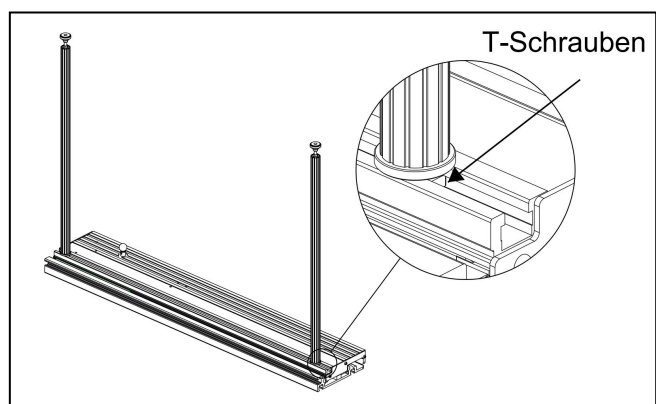

Abb.10
2. Drehen Sie den Schiebetisch um, schieben Sie die T-Bolzen der Stützbeine in die T-Nut des Schiebetisches (siehe Abbildung 10) und ziehen Sie dann die Beine im Uhrzeigersinn von Hand fest, um sie zu sichern.
Hinweis: Für die beste Unterstützung platzieren Sie die Stützbeine nahe den Enden des Schiebetisches, wie in Abbildung 10 gezeigt.